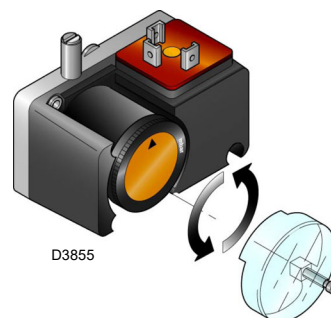

Fig. 29
- Regolare il pressostato gas di minima (Fig. 29 a pag. 27) ad inizio scala.
Eseguire la regolazione del pressostato gas di minima (Fig. 29) dopo aver regolato il bruciatore, le valvole del gas e lo stabilizzatore della rampa.